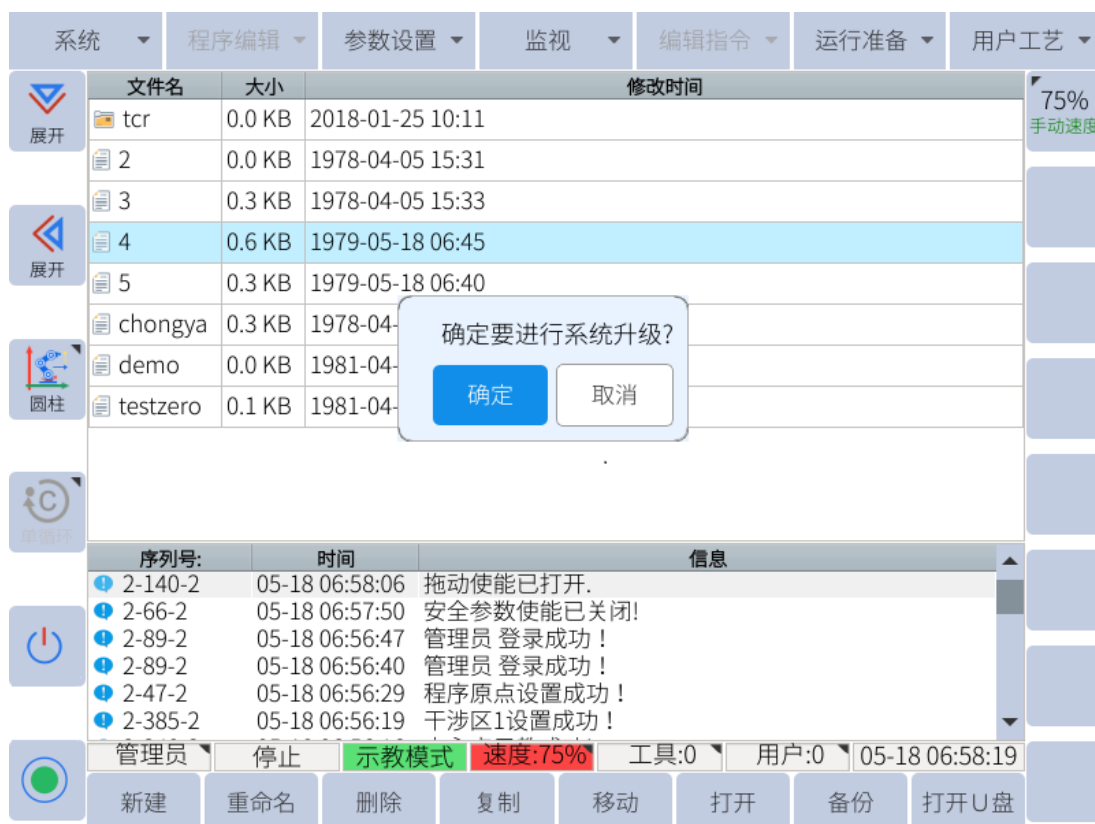

图 13-1：系统升级
4. 转到 **系统 -> 系统升级** 然后按 “OK” 按钮并等待几分钟。系统会检查固件并自动升级。升级成功后会重启系统，如图 13-1 所示。